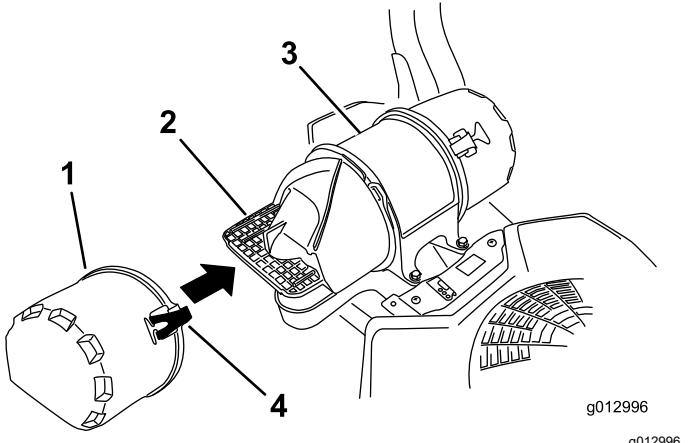

Figure 62
- Ouvrez les dispositifs de verrouillage du filtre à air et séparez le couvercle d'entrée d'air du boîtier du filtre (Figure 62).
- Reposez le couvercle d'entrée d'air et fixez-le avec les verrous (Figure 62).